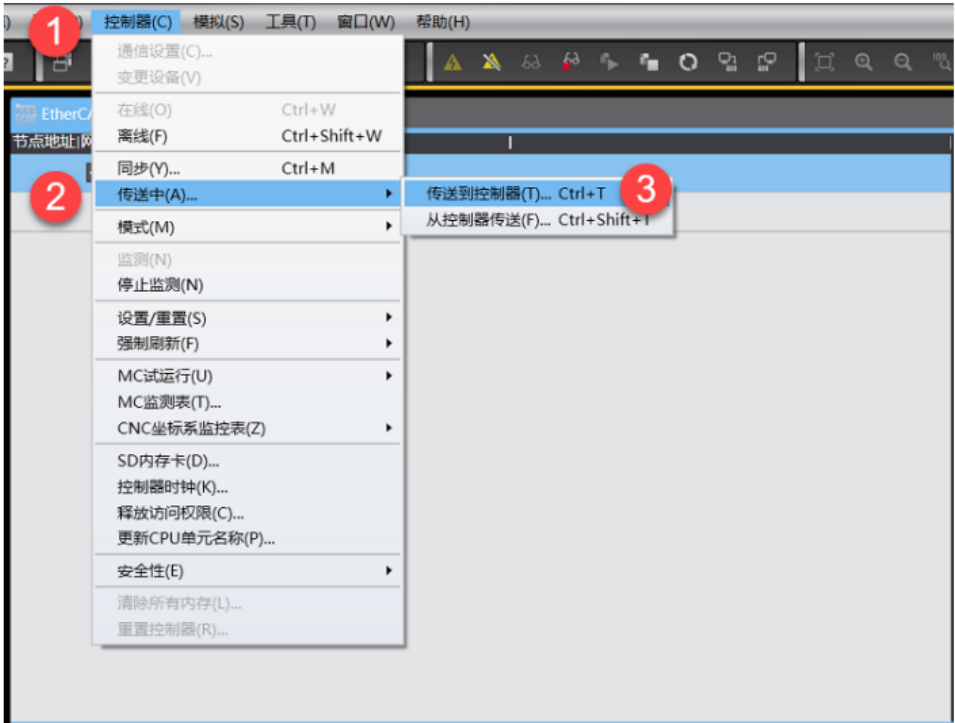
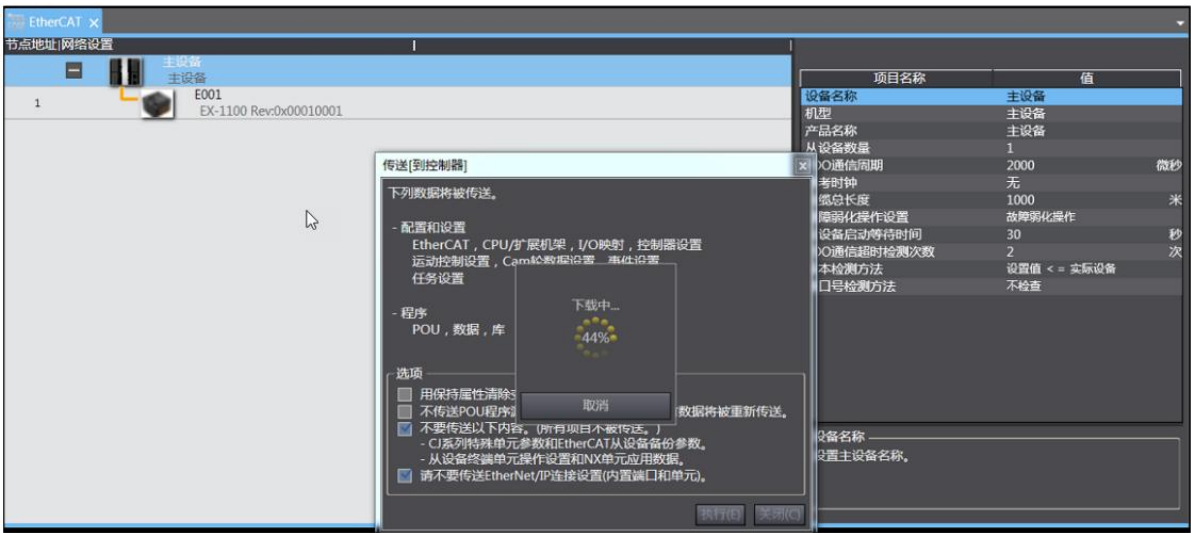

图 6-1-8 程序下载
图 6-1-9 执行下载
设备重启后将程序下载到控制中，菜单栏中选择“控制器”>“传送中”>“传 送到控制器 (T)”，如图 6-1-8 所示，并执行下载，如图 6-1-9 所示。